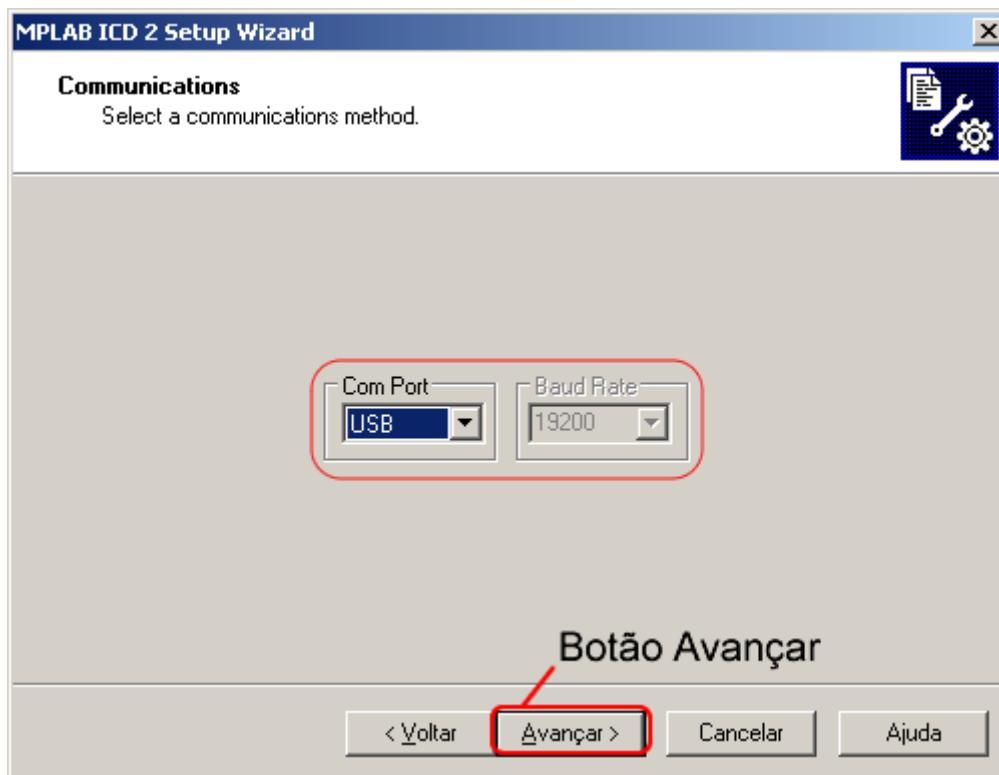

Figura 3.48 - Seleção da Porta de Comunicação.
- 5) Na janela de boas vindas (**Welcome**), clique no botão “**Avançar**”. Na janela seguinte, **Communications**, selecione a porta de comunicação USB e clique em **Avançar**. (Figura 3.48)